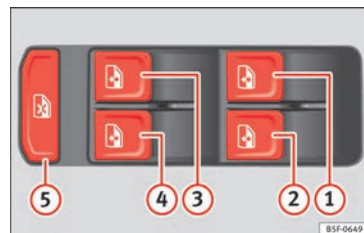

Fig. 136 Detalle de la puerta del conductor: mandos para las ventanillas (vehículo de 5 puertas con elevalunas eléctricos anteriores y posteriores).
Las teclas »»» **fig. 136** **①**, **②**, **③** y **④** tienen dos posiciones para la apertura de las ventanillas y otras dos para el cierre. De este modo es más fácil controlar las operaciones de apertura y cierre.